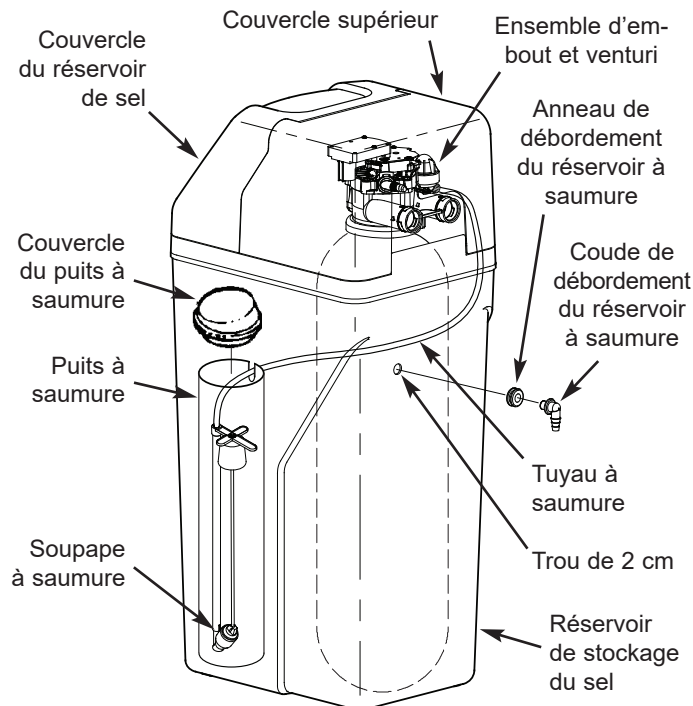

FIG. 11
1. Les modèles Rheem® sont assemblés à l'usine. Lors de l'installation, dégagez et enlevez le couvercle supérieur, ensemble avec le couvercle du réservoir de sel, pour exposer la soupape de l'adoucisseur. Placez-la de côté pour éviter de l'endommager. Vérifiez que le puits à saumure est bien fixé et vertical (consultez la figure 11).